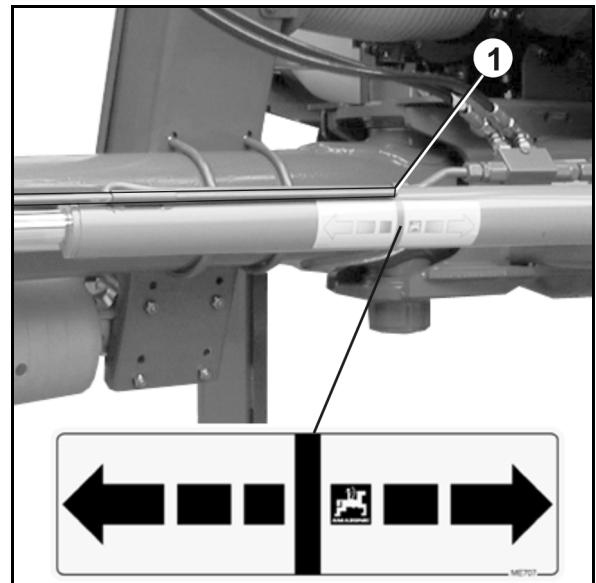

Fig. 38
1. Acționați unitatea de comandă *albastru* de la tractor până când proșapul se află în poziția zero (Fig. 38/1).